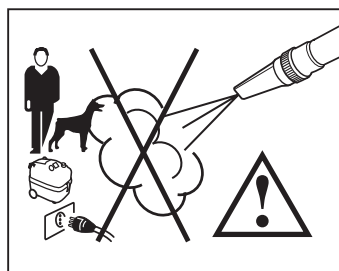

Fig. 3
- Evitare nel modo più assoluto di dirigere il getto di vapore, su persone, animali ed apparecchi elettrici **(Fig. 3)**.